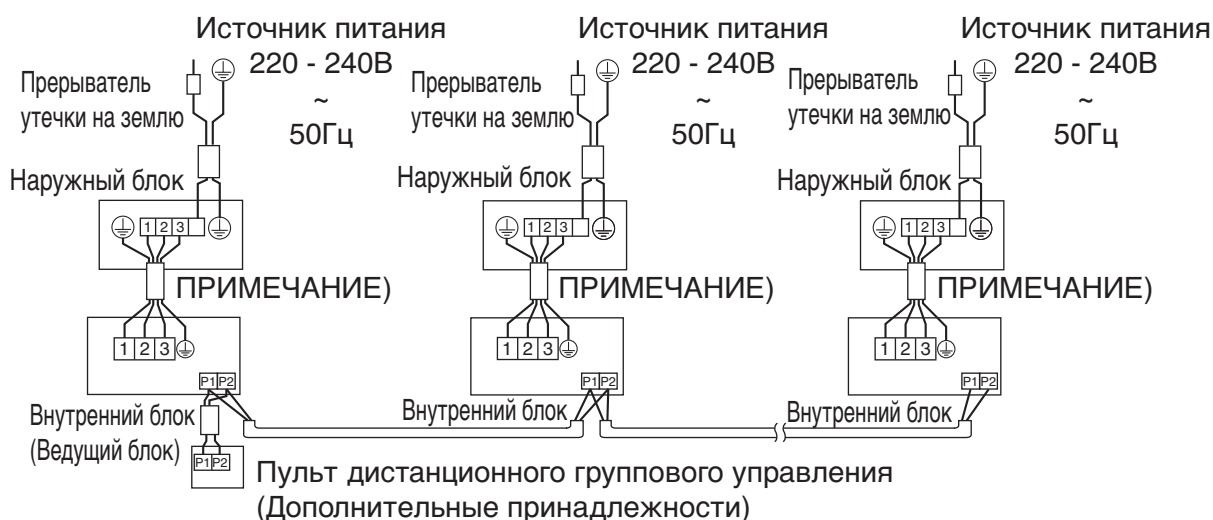

Рис. 33
(Все внутренние блоки функционируют по командам пульта дистанционного управления). (См. рис. 33)
- (1) Снять крышку блока управления. (См. раздел “9. СПОСОБ ПОДСОЕДИНЕНИЯ ПРОВОДКИ И ПРИМЕР ЭЛЕКТРОПРОВОДКИ”)
- (2) Подключите проводку моста между контактами (P1, P2) внутри блока управления для пульта дистанционного управления. (Полярность отсутствует.) (См. рис. 33 и Таблицу 3)